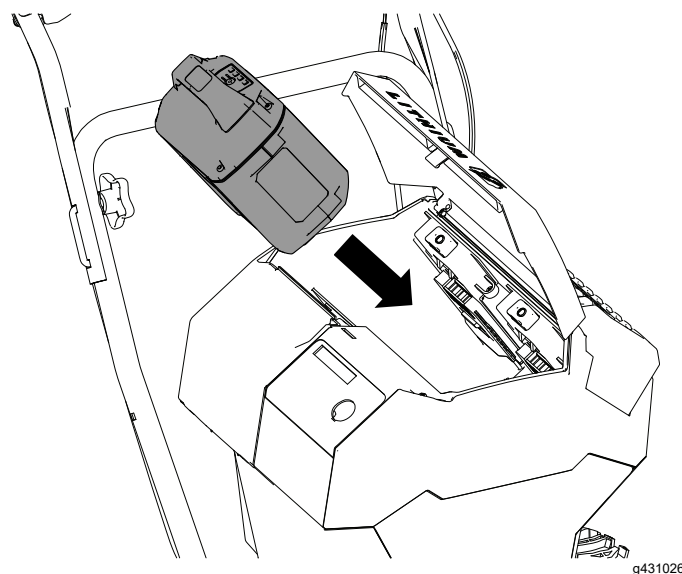

Figura 11
3. Allineate la cavità nel pacco batteria con la linguetta sulla macchina e fate scorrere il pacco batteria nel vano fino a quando non si blocca in posizione (Figura 11).